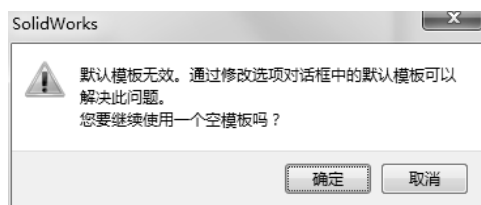

图 8-4 询问对话框
(3) 出现询问对话框,如图 8-4 所示,然后单击【确定】按钮。